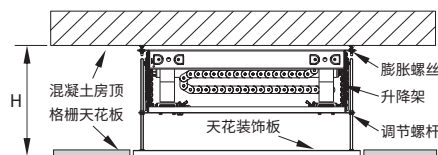

图3 普通高度天花的安装方式
- A. 如果 $H < H1$ (假设 $H2$ 调至最长状态)，可以直接把升降架安装到混凝土房顶上，见图3；